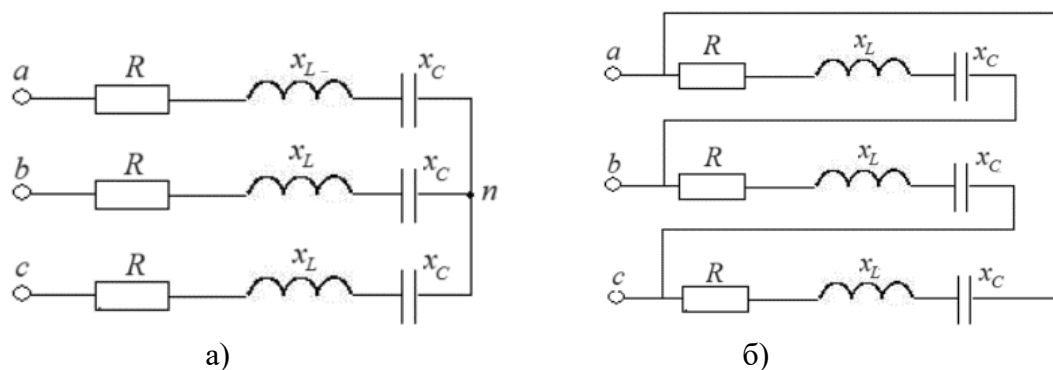

Рис. 1.
**Задача 4.** В трехфазную сеть с напряжением  $U$  выключены три одинаковых приемника энергии по схеме «звезда» (рис. 1, а) или по схеме «треугольник» (рис. 1, б). Сопротивления приемника равны  $R$  и  $x_L$  или  $x_C$  (табл. 5). Определите: